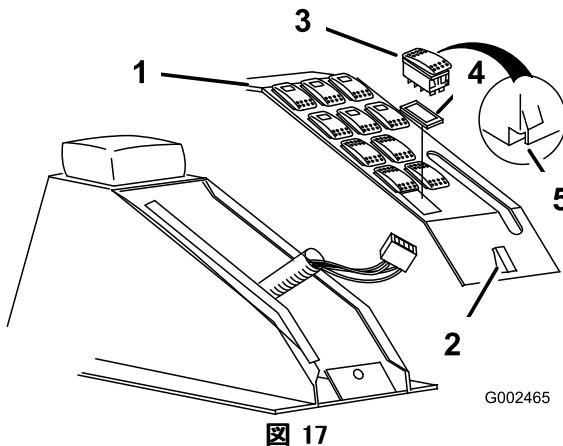

図 17
- 散布コントロール・パネルをはずして底部を露出させる（図 17）。
- 車両の散布コントロール・パネルのソニック・ブーム用のスロットにはめてあるプラグを取り外す（図 17）。
注 スイッチの向きが 図 17 と同じになっていることを確認してください； ノッチが車両前方を向いているのが正しい取り付け方です。